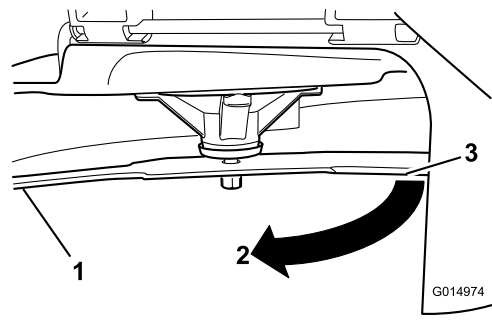

Bild 62
4. Drehen Sie dasselbe Messer um 180 Grad, sodass die andere Schnittkante jetzt in derselben Stellung ist (**Bild 62**).